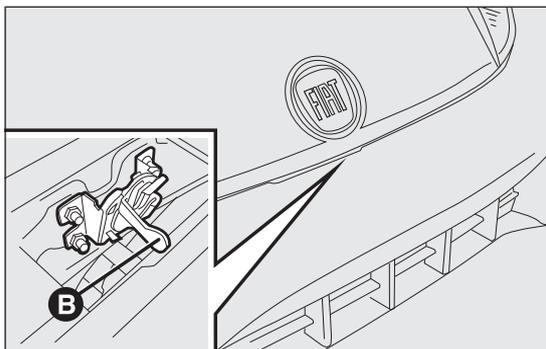

fig. 83
- agir sur le levier B fig. 83 et soulever le capot ;